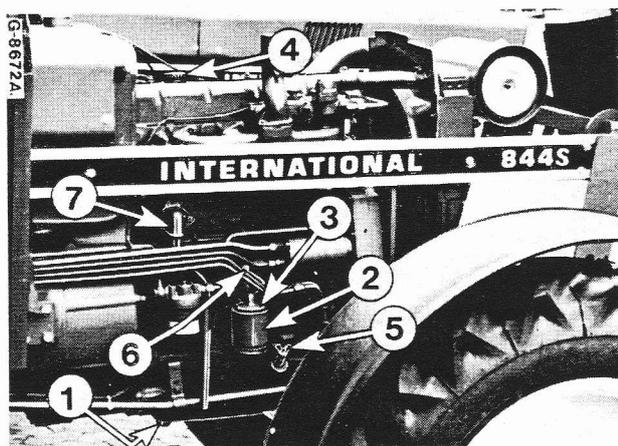

Figure 67
1. Enlevez le bouchon de vidange (1, fig. 67) du carter d'huile et videz entièrement le carter pendant que l'huile est chaude. Pour assurer une bonne aération, en vue d'accélérer la vidange, enlevez la jauge de niveau d'huile (5).
2. Remettez le bouchon (1) lorsque le carter est vide et remplacez son joint.
6. Effectuez le plein d'huile par le goulot de remplissage (4, fig. 67) jusqu'au repère " Maxi " de la jauge.
Nettoyez le filtre du reniflard suivant les indications du " Guide de Graissage ". Démontez le tuyau (7, fig. 67) et retirez l'élément filtrant. Nettoyez ce dernier dans du combustible Diesel propre et séchez-le à l'air comprimé.